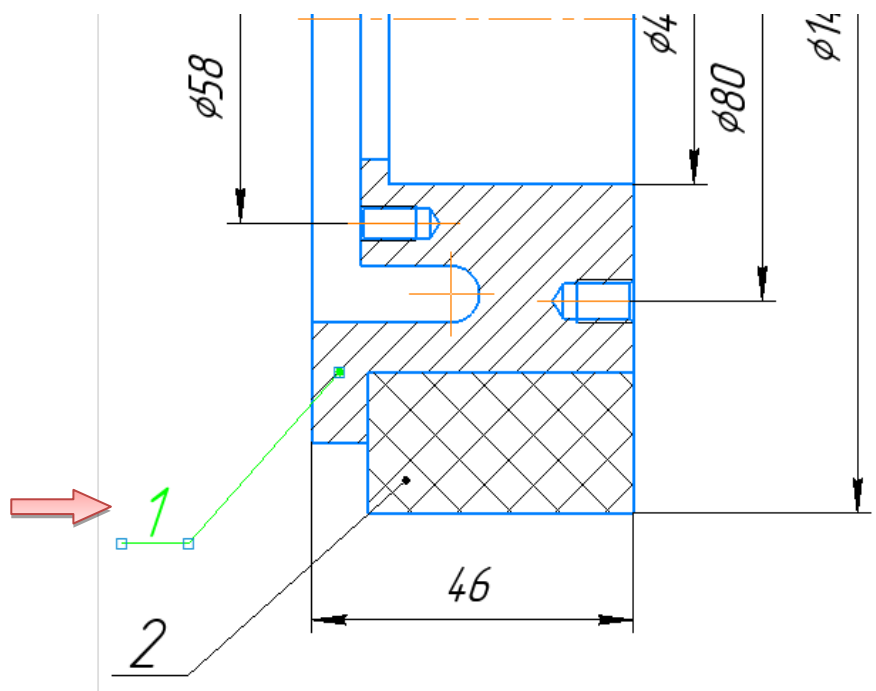

Рис. 2.30. Выделение линии-выноски детали «Корпус»
- Выделите позиционную линию-выноску, указывающую на изображение детали «Корпус» (рис. 2.30).
- Выделите изображение детали «Бандаж» и указывающую на нее позиционную линию-выноску (см. рис. 2.30).